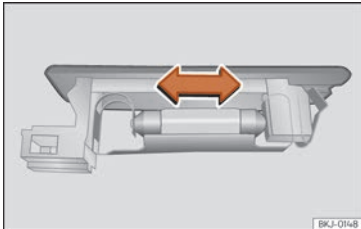

Abb. 66 Gepäckraumleuchte*
- Drücken Sie die Glühlampe zur Seite und nehmen Sie sie aus ihrer Halterung heraus »» **Abb. 66.**